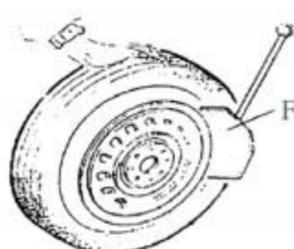

Fig. 5
Certifique-se de esvaziar completamente o ar do pneu, coloque o pneu contra o amortecedor de borracha (S). Leve a pá contra o talão a cerca de 10mm da borda do aro como mostra a Fig 5. Pise no pedal do descolador(U) para empurrar a pá para dentro do pneu.